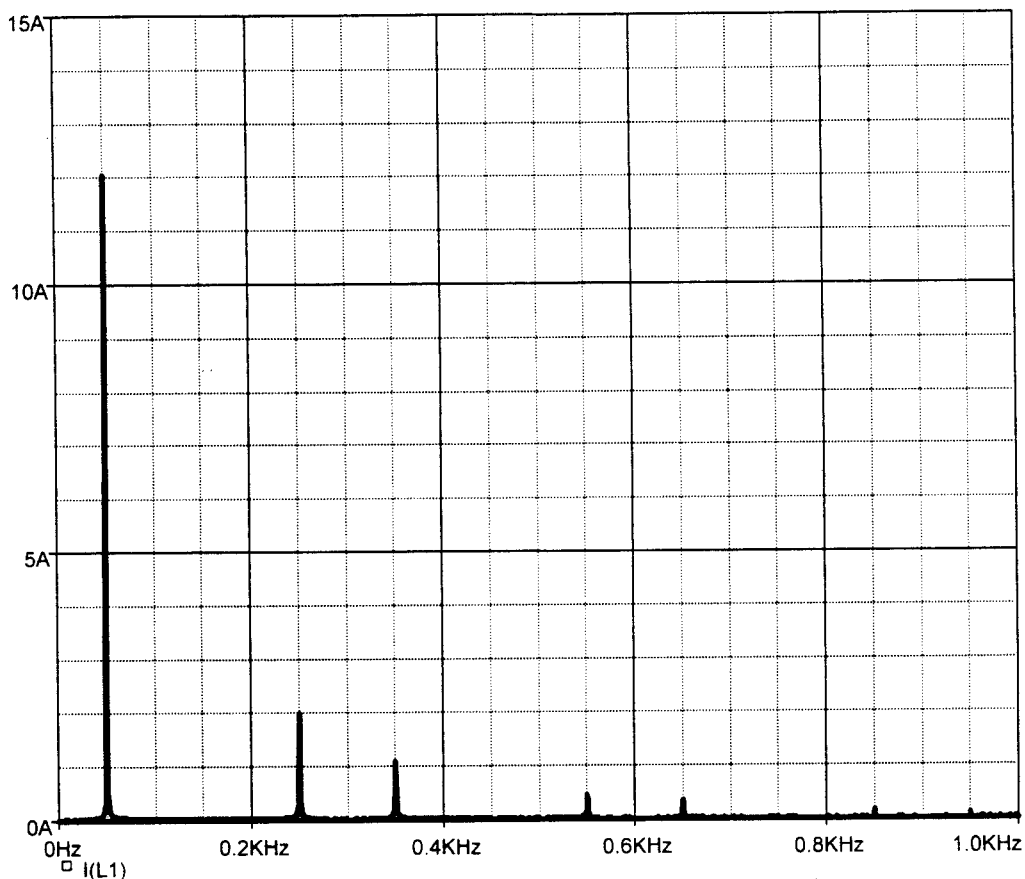

Figure 5
- 2.5 Une mesure à l'oscilloscope a permis d'enregistrer le courant de ligne i_{L1} , représenté figure 4, ainsi que son spectre d'amplitude, représenté figure 5.